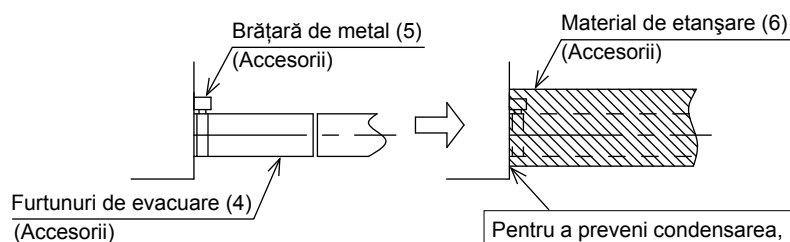

Fig. 6
- Aveți grijă să utilizați furtunul de evacuare (4) și brățara de metal (5) incluse.
În plus, introduceți furtunul de evacuare (4) complet în ștuțul de evacuare, și strângeți brățara de metal (5) în poziție la baza ștuțului de evacuare. **(Consultați Fig. 6 și 8.)**
- Aplicați materialul de etanșare inclus (6) pe brățara de metal (5) în direcția săgeții pornind de la baza furtunului de evacuare (4) pentru a aplica izolația. **(Consultați Fig. 6 și 8.)**